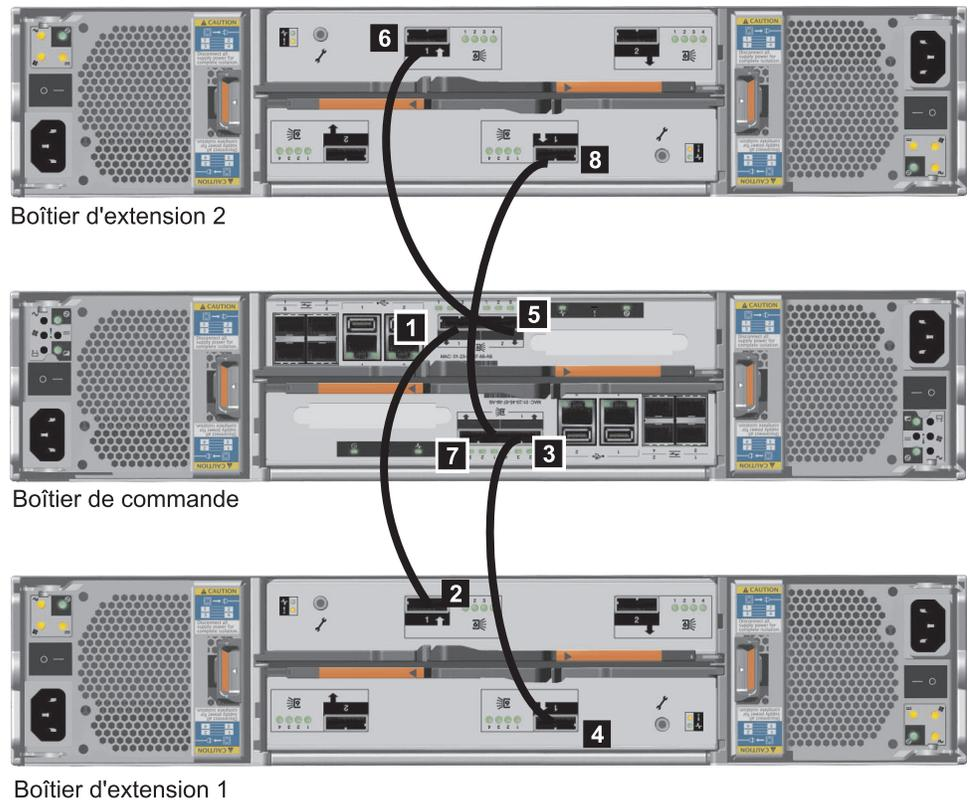

Figure 35. Ajout d'une seconde seconde cartouche d'extension
3. Connectez les câbles SAS entre le boîtier de commande et le deuxième boîtier d'extension, comme cela est présenté dans la figure 35, à la page 49. Le deuxième boîtier d'extension se trouve au-dessus du boîtier de commande.